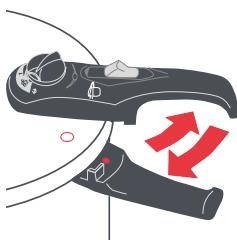

Fig. 1
Tampa (1). Fabricada em aço inoxidável 18/10. É necessário que a tampa (1) esteja devidamente fechada para a panela atingir a pressão de trabalho suficiente. Para encaixar facilmente a tampa (1), alinhe a marca  /  no lado esquerdo da pega da tampa (5), com a marca  gravada na pega do corpo (10) da panela (Fig. 1).
2 Depois de realizada a verificação periódica, feche a panela fazendo coincidir a marca ↓ / ● que está ao lado esquerdo da pega da tampa (5), com a marca ● gravada na pega do corpo (10) (Fig. 1), rode a pega da tampa (5) no sentido dos ponteiros do relógio até escutar um “clique”. Nesse momento, o botão de abertura/fecho automático (4) retrocede e a tampa (1) estará corretamente fechada.